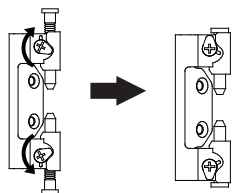

図4 蝶番ピンの固定の仕方
- 扉の取付け時、ギャピンヒンジは扉の中央部より取付けてください。ギャピンヒンジねじ部を矢印方向に回し、確実に固定してください。(図4、5)